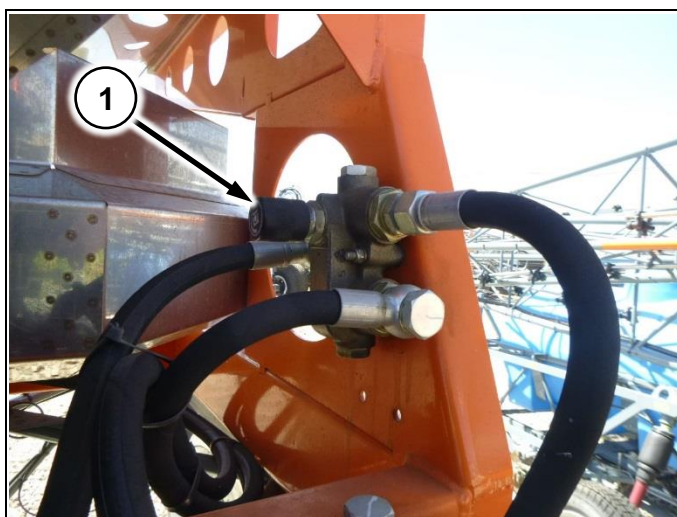

Рис. 64
1. Приоткройте ручку (Рис. 64/2) на один оборот и совершите пробный проезд на рабочей скорости.